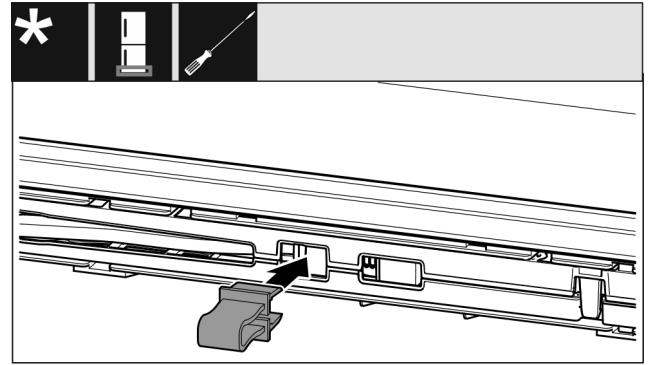

Fig. 14
- ▶ Introduire l'arrêt. Fig. 14 ()